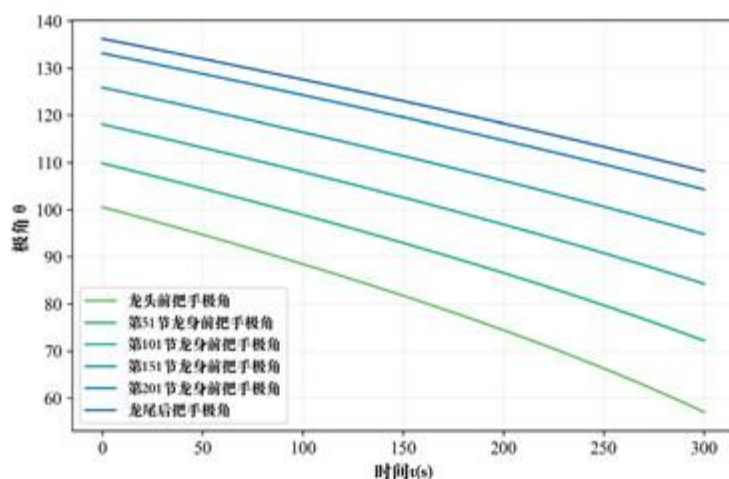

图 5 $t = 0s$ 至 $t = 300s$ 部分把手的极角变化情况
- 若作出极角的变化图像（如图 5 所示），我们可以发现越靠内圈的把手，极角变化速度越快。这是因为越靠内圈，把手的运动半径就越小，为了保持相同的速度，极角的变化率就会变快。这也验证了我们建立的模型的合理性。
正如我们在问题一中所作的分析（如图 5 所示），内圈板凳的极角变化速度更快，这意味着在同一时间内，内圈板凳的角度变化比外圈板凳更大。